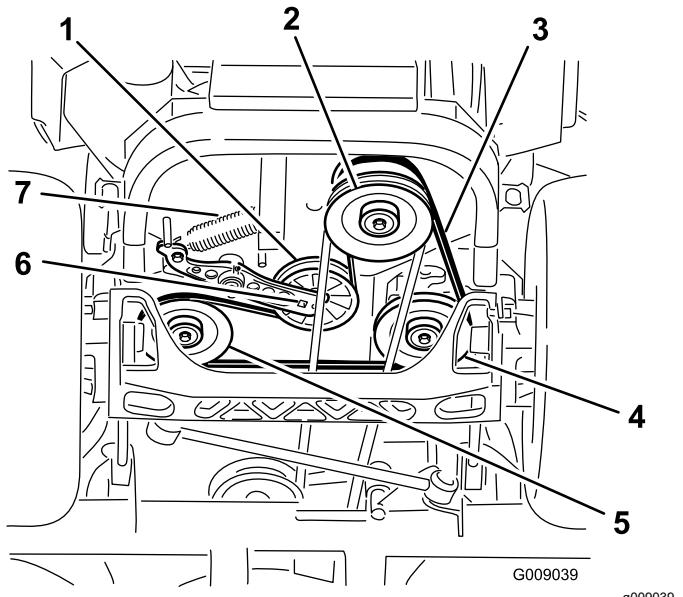

Figura 76
4. Levante la máquina y apóyela sobre gatos fijos (Figura 76).
5. Utilice una llave de carraca en el taladro cuadrado del brazo tensor para retirar el muelle tensor (Figura 76).
6. Desenganche el muelle de la polea tensora del bastidor (Figura 76).
9. Utilizando la llave de carraca en el taladro cuadrado del brazo tensor, instale el muelle tensor en el bastidor (Figura 76).